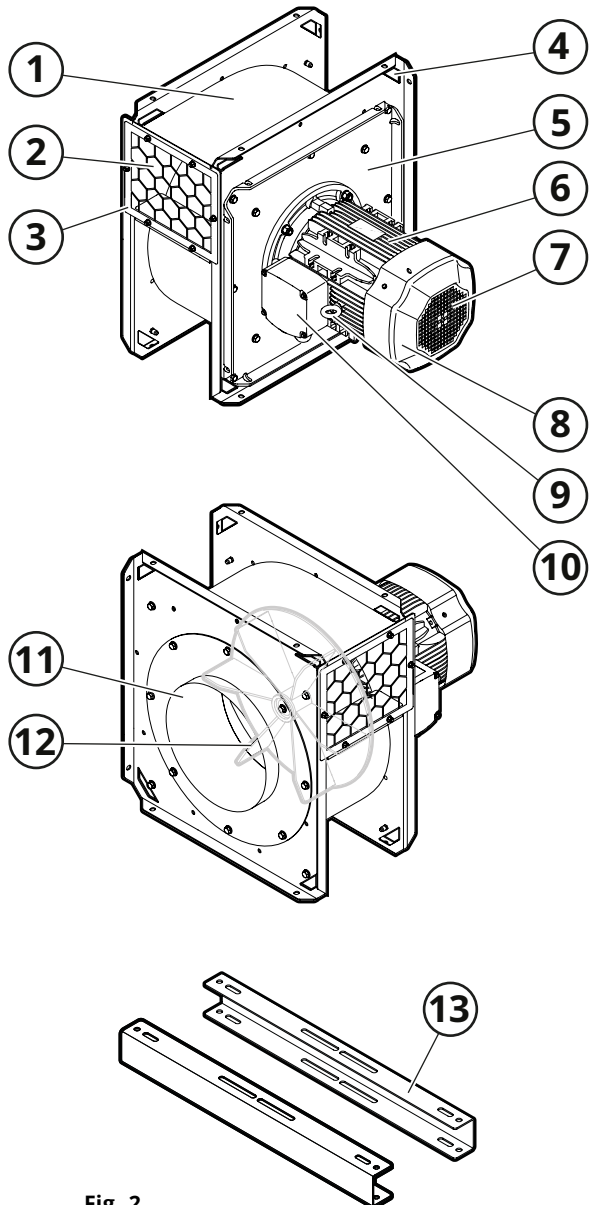

Fig. 2
Siehe Fig. 2.
Die Luft wird durch den Einlass (11, Fig. 2) eingesaugt, zum Zentrum des Ventilatorrads (12). Anschließend wird die Luft durch das Ventilatorrad gesaugt und zum Ventilatorauslass befördert.